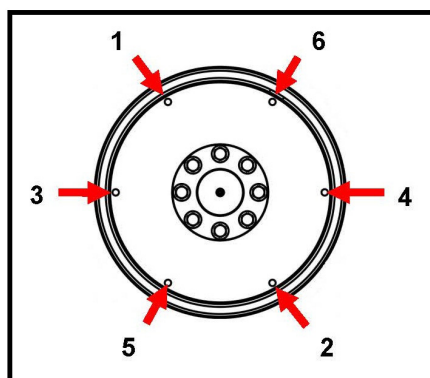

FIGURA 22. SEQUENZA DI FISSAGGIO
10. Serrare i bulloni per fissare il disco di accoppiamento al volano nella sequenza indicata in Figura 22 a pagina 39.